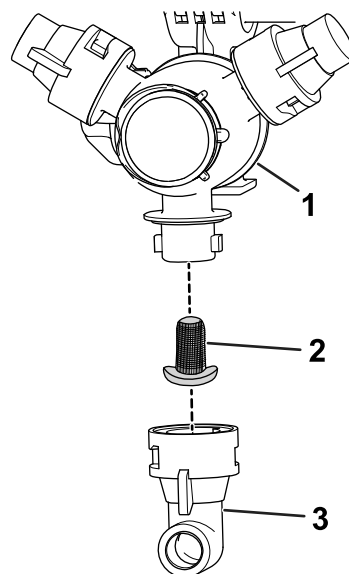

Рисунок 115
2. Снимите сопло с поворотной распылительной головки (Рисунок 115).
3. Снимите старый фильтр сопла (Рисунок 115).
4. Установите новый фильтр сопла (Рисунок 115).
5. Установите сопло на поворотную распылительную головку (Рисунок 115).